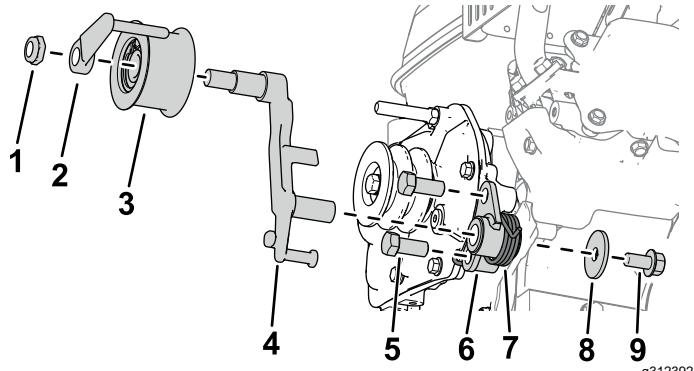

图 3
5. 如图 3 所示用 2 个螺栓 7/16 x 1 英寸将离合器支架安装到齿轮箱。
6. 将离合器杆安装到离合器支架上图 3。
7. 如图 3 所示用垫圈 $\frac{3}{8} \times 1\frac{1}{8}$ 英寸和螺栓 $\frac{3}{8} \times \frac{3}{4}$ 英寸将扭力弹簧安装到离合器支架。
8. 用皮带导轨和六角螺母将怠轮皮带轮总成安装到离合器杆上图 3。